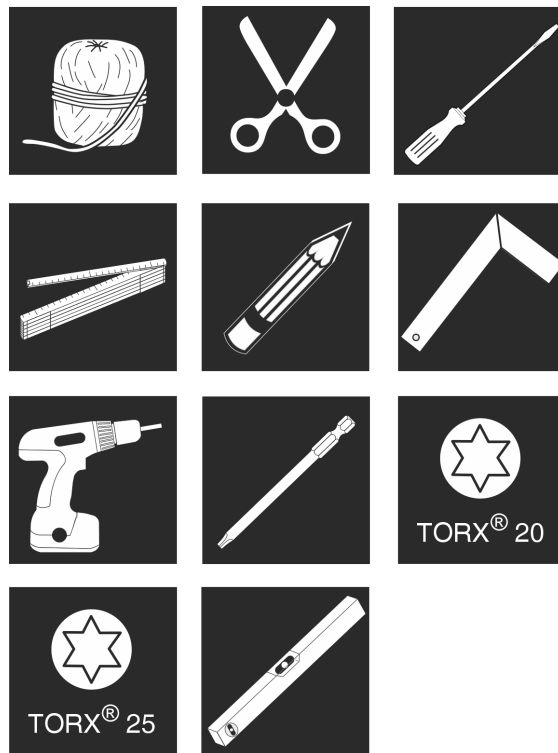

Fig. 10
1. Pripremite alat. Fig. 10 ()